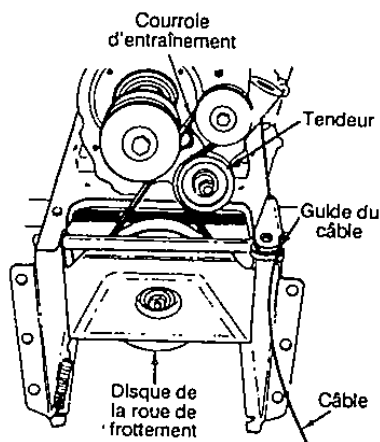

FIGURE 28
- Avancez la poulie de tension vers vous et dégagez la courroie d'entraînement de celle-ci. La poulie de tension se trouve sur l'avant du moteur et sous le couvre-courroie que vous avez déjà démonté. Voir la Figure 28.